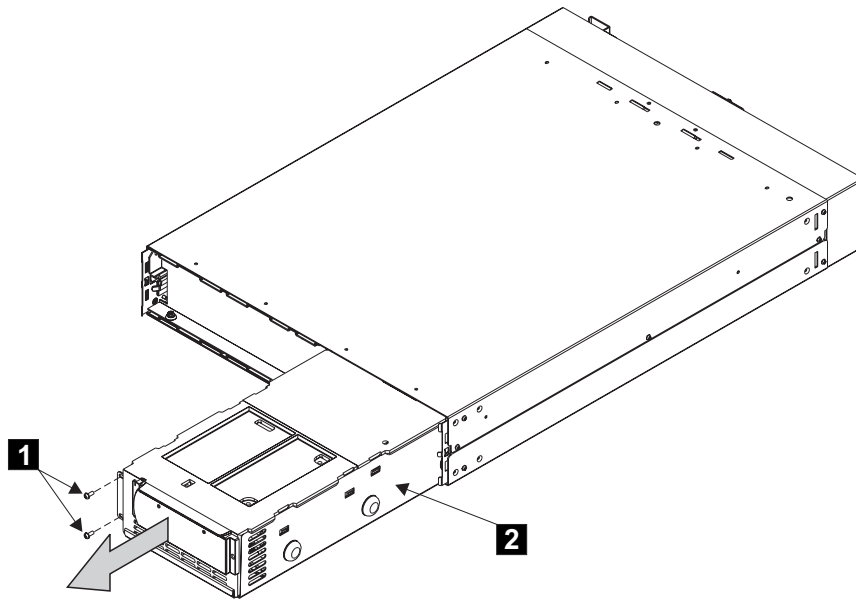

図 260. 2145 UPS 電子部品アセンブリの取り外し
- a. 2 個のねじ **1** を取り外します (298 ページの図 260 を参照)。